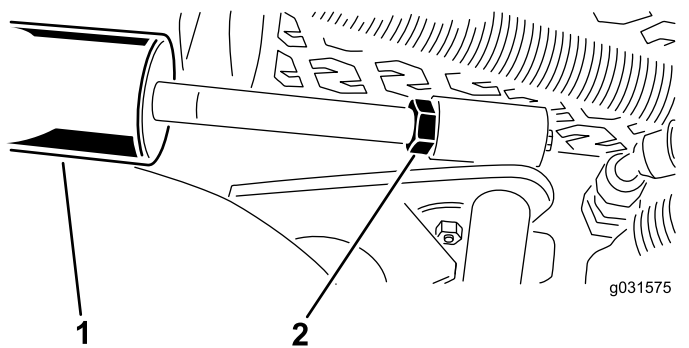

図 15
- A. カuttingユニットを降下させ、シリンダについているジャムナットを戻す 図 15。